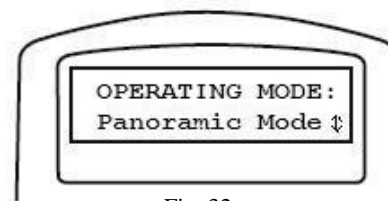

Fig. 32
3. Aperte **ENTER**, o controle perguntará sobre os modos de operação, como mostrado na **Fig.32**. Use as setas para selecionar **Panoramic Mode**. Aperte **ENTER**.